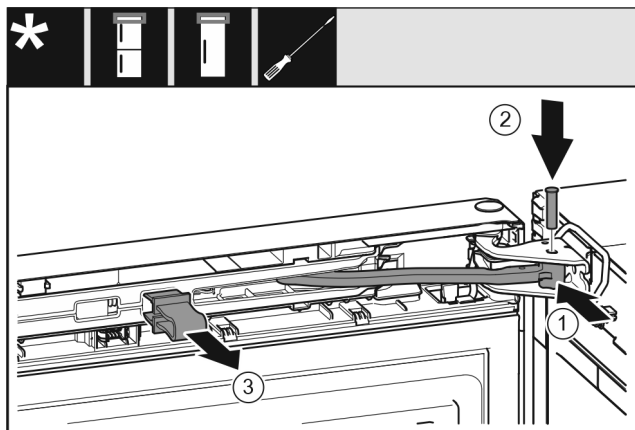

Fig. 38
- ▶ Rotiți articulația în suportul de lagăr. Fig. 38 (1)
- ▶ Introduceți bolțul în suportul de lagăr și articulație. Urmăriți ca respectiva camă de cuplare să fie așezată corect în canelură. Fig. 38 (2)
- ▶ Detașați siguranța. Fig. 38 (3)